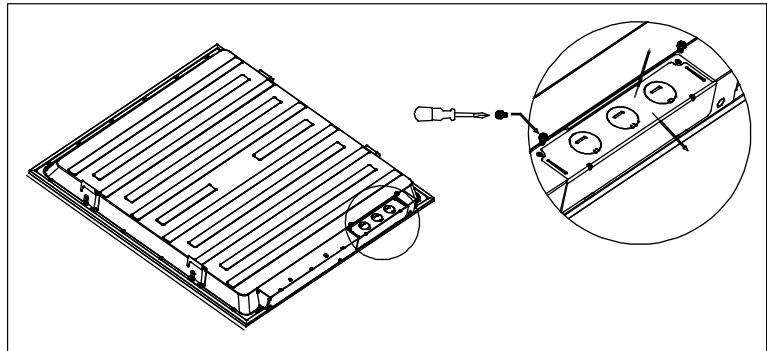

Imagen 1.
3. Ubica la tapa de la caja de conexiones del accesorio y deslízala para quitarla (Fig. 1).
Nota: Los pesos de la luminaria se indican a continuación. Verifique que la ubicación del sistema eléctrico sea apropiada para el peso de la luminaria antes de avanzar al paso siguiente. Si tiene dudas, utilice un cable para sujetar la luminaria a la estructura sobre la luminaria utilizando los orificios en los ganchos de alineación (Fig. 1).